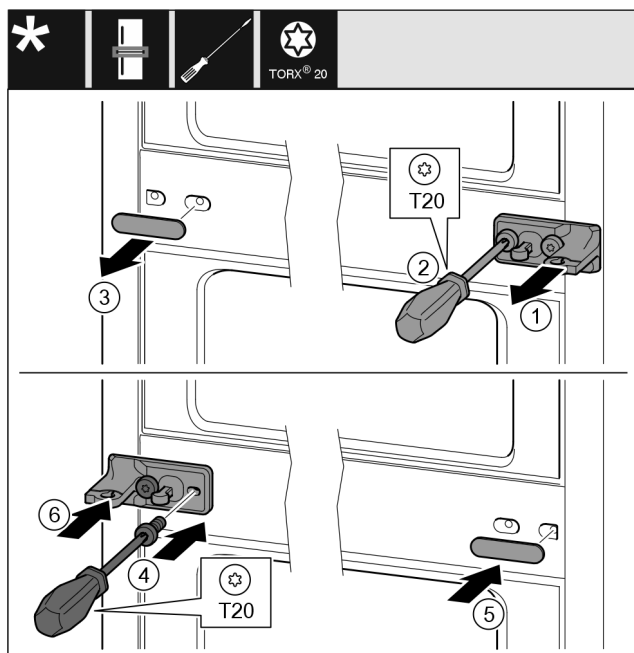

Fig. 14
- Stáhněte podložku Fig. 14 (1).
- Šroubovákem vyšroubujte šrouby Fig. 14 (2).
- Opatrně stáhněte kryt Fig. 14 (3).
- Stojan ložiska s folií Fig. 14 (4) otočený o 180° pevně přišroubujte na druhé straně.
- Kryt Fig. 14 (5) otočený o 180° připevněte na druhé straně.
- Zepředu nasuňte podložku Fig. 14 (6).